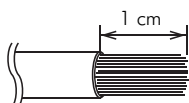
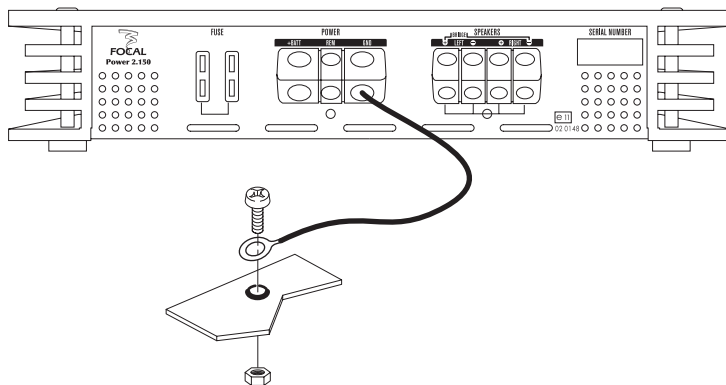
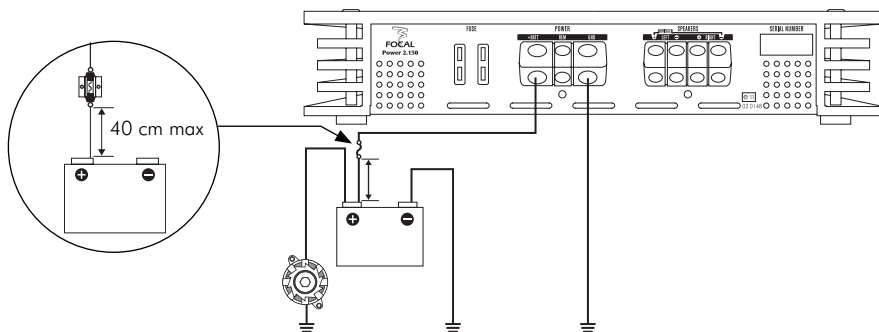

fig. 3
fig. 4
fig. 7
- 9 - Toujours protéger la batterie et le circuit électrique de dommages potentiels à l'aide de fusibles. Installer un porte-fusible et un fusible appropriés sur le câble d'alimentation 12 V positif (+) à moins de 40 cm de la borne de la batterie. Idéalement, cette distance doit être la plus courte possible (fig. 7).
- 10 - Préparer la masse du châssis en grattant toute trace de peinture sur la surface métallique, afin d'assurer une bonne mise à la masse. Les connexions de masse doivent être aussi courtes que possible et **TOUJOURS** connectées à du métal soudé à la carrosserie ou au châssis du véhicule (fig. 4). Le point de masse généralement retenu est celui assurant la liaison entre la borne négative de la batterie et le châssis du véhicule.
3.4 - Se munir du câble d'alimentation négatif (-). Ce câble doit être le plus court possible et ne doit idéalement pas dépasser 1 mètre, afin d'assurer une parfaite liaison entre l'amplificateur et le châssis du véhicule. Le câble et sa section doivent être conformes au tableau p 29. Trouver un point de masse adéquat (fig. 4), puis le poncer pour enlever toute trace de peinture ou autre verni et ainsi optimiser la qualité du contact. Percer la tôle préalablement poncée au diamètre correspondant à la vis choisie en s'assurant qu'aucun passage de câbles réservoir ou autre organe sensible du véhicule ne soit à proximité. Dénuder 1 cm de câble (fig. 3), puis étamer. Visser fermement le câble sur la borne GND de l'amplificateur. Étamer l'autre extrémité puis sertir ou souder sur la cosse prévue à cet effet. Insérer la cosse dans la vis, puis mettre la vis et son écrou en place et visser fermement.
3.6 - Préparer le câble d'alimentation positif (+) pour le relier à l'amplificateur en dénudant 1 cm (fig. 3) à son extrémité. Etamer cette partie à l'aide d'un fer à souder et de fil d'étain. Insérer la partie dénudée et étamée dans la borne "+ BATT" de l'amplificateur, puis bloquer le câble en vissant fermement.
3.7.1 - La phase d’installation du porte-fusible dédié à sécuriser l’installation peut maintenant débiter. Le porte-fusible doit être relié de part et d’autre du câble d’alimentation positif (+). Il doit être situé proche de la batterie {10 à 40 cm (fig. 7)}. Démontez le porte-fusible en prenant soin d’ôter le fusible. Fixer le socle du porte-fusible. Couper le câble d’alimentation rouge entre 10 et 40 cm (maximum) de la batterie (fig. 7). Garder la chute de câble qui servira pour relier l’autre extrémité du porte-fusible à la borne positive (+) de la batterie du véhicule. Dénuder 1 cm (fig. 3), puis étamer. Visser le câble dans le bornier du porte-fusible. Récupérer la chute de câble restante. Dénuder 1 cm (fig. 3), puis étamer. Visser le câble dans l’autre bornier du porte-fusible.